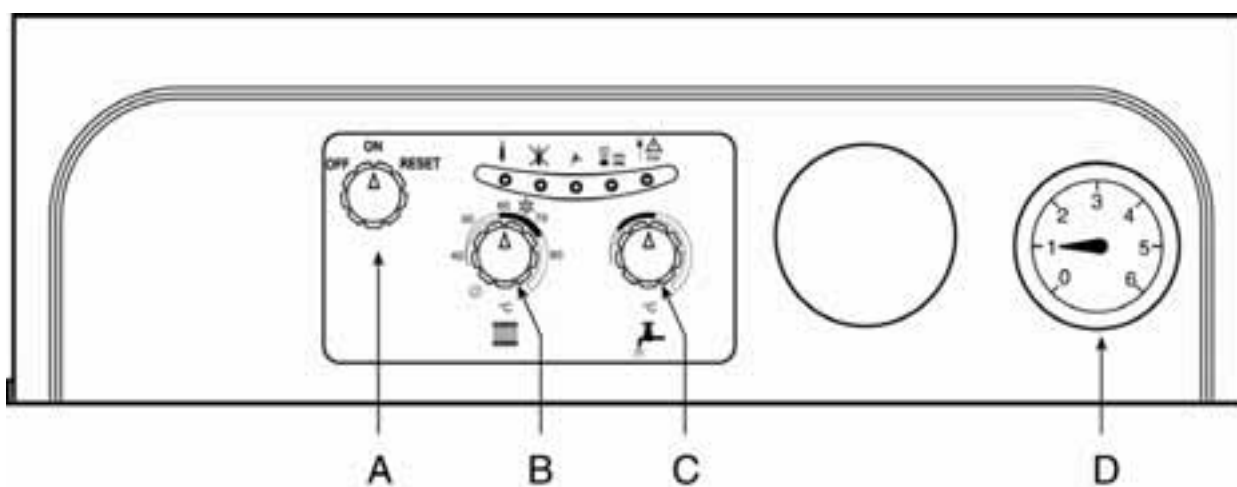

Рис. 23
### “ЗИМА” (❄️) (рис. 23)
### “ЛЕТО” (☀️) (рис. 23)
Повернуть переключатель (А - рис. 23) на позицию ON.
После этого необходимо выбрать режим работы котла: отопление и ГВС или только ГВС. Если выбран первый режим работы: отопление + ГВС, установить ручку В (рис. 23) на позицию ЗИМА в соответствующее значение выше 50°C и термостат помещения на необходимое значение. После этого горелка загорится, и котел будет работать в автоматическом режиме, контроль выполняется регулировочными и предохранительными приборами.
Если же выбран второй режим работы: только ГВС, установить ручку В (рис. 23) на позицию ЛЕТО. С этого момента котел готов к автоматической работе.
**Nota** - Если же после правильно выполненных операций включения горелка не включается, а лампа блокировки загорается, необходимо подождать 15 секунд и с силой повернуть ручку З (рис. 23) на позиции **RESET** и отпустить. Восстановленный блок повторит цикл зажигания. Если же после второй попытки горелки не включаются следует обратиться к параграфу "Возможные неисправности".
Регулировка температуры воды отопления выполняется путем поворота специальной ручки (рис. 23 - дет. 2). При повороте ручки по часовой температуре температура воды отопления увеличивается, против часовой стрелки - уменьшается. Температура может быть варироваться от минимального 35° до максимального 85°.